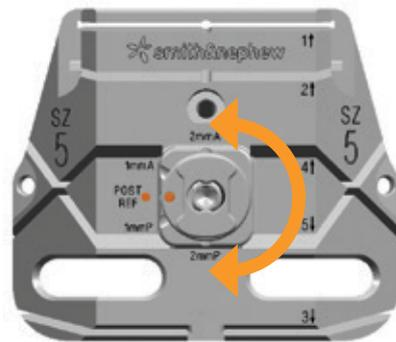

Figura 20
- 2 Utilice el ala de ángel para comprobar la ubicación de la ranura de corte anterior. Realice los ajustes anteriores/posteriores necesarios (figura 20) para evitar rellenar demasiado la articulación femoropatelar, rellenar demasiado el espacio de flexión o la formación de muescas femorales.